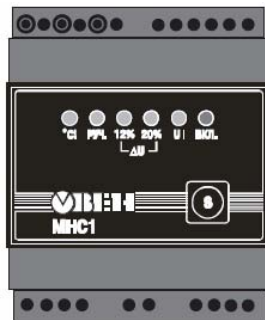

Рис. 1
3.1.1 Конструктивно прибор выполнен в пластмассовом корпусе, предназначенном для крепления на DIN-рейку. На лицевой панели прибора (см. рис. 1), расположены шесть единичных светодиодных индикаторов, отображающих информацию о текущей работе МНС1, а также кнопка управления режимами монитора («S»).